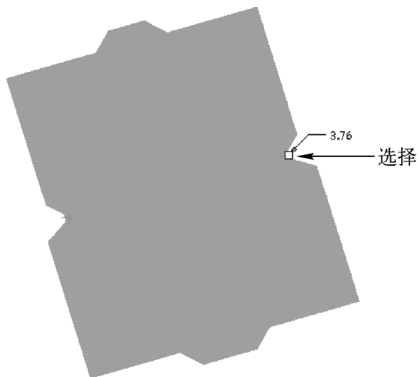

图 16-7 选择两个顶点
STEP 06 打开“顶点倒圆角”选项卡，按住〈Ctrl〉键的同时，在绘图区中选择两个顶点，如图 16-7 所示。